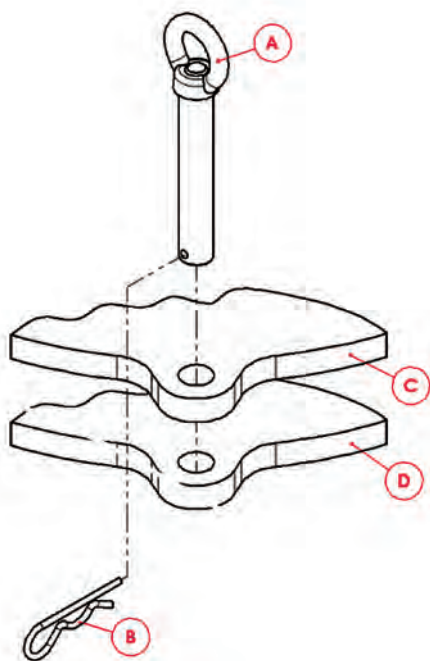

Рис. 4.7.1
Вставьте предохранительный палец (A) в седла (C) и (D) (рис. 4.7.1).